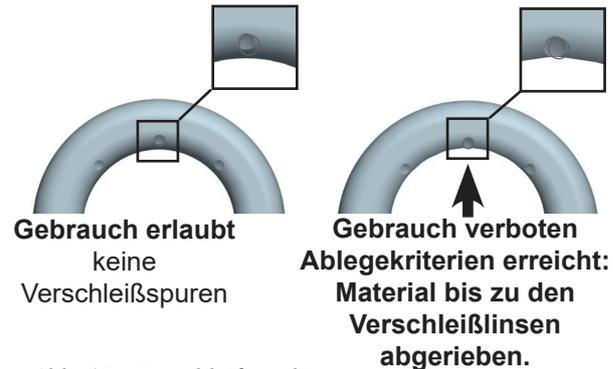

Abb. 17: Verschleißmarkierungen
- Kontrollieren Sie sorgfältig die Verschleißmarkierungen des Zurrpunktes (siehe Abb. 17):